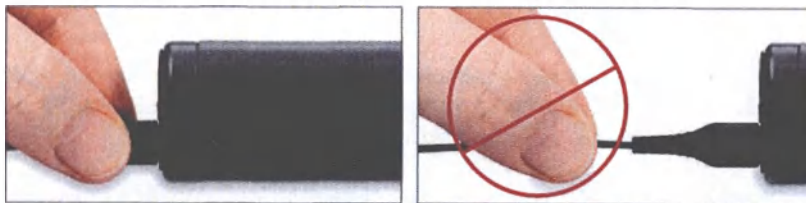

Рис. 8 Подключение соединительного кабеля к миниатюрному блоку элементов питания
4. Разместите блок процессора с подключенным кабелем на ухе (или над имплантатом, если используете аудиопроцессор RONDO 2 или RONDO) и подключите другой конец кабеля к миниатюрному блоку элементов питания. Убедитесь в надлежащем расположении штекера и не допускайте чрезмерного давления на него при подключении кабеля (см. рис. 8).